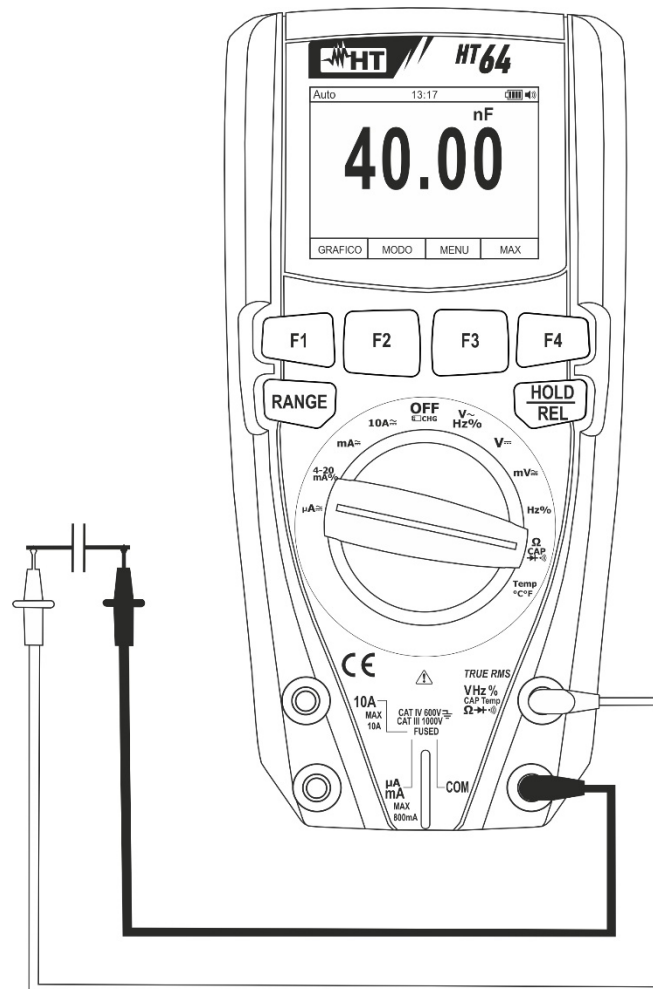

Abb. 27: Verwendung des Gerätes für Kapazitätsmessung
5. Verbinden Sie die Messleitungen mit den beiden Enden des zu messenden Kondensators und dabei achten Sie, wenn nötig, auf die positive (rotes Kabel) und negative (schwarzes Kabel) Polarität (siehe Fig. 27). Der Kapazitätswert erscheint auf dem Display. Der Bargraph ist bei dieser Funktion nicht aktiv.